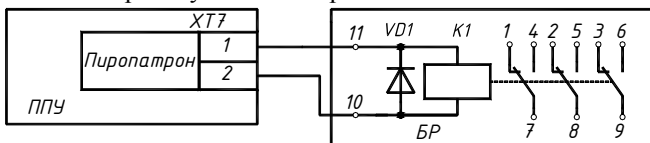

Рис.2.17 Схема подключения БР
- пропустить подключаемые кабели через отверстия в корпусе, закрытых резиновыми заглушками, и подключить согласно схемам на рис. 2.17 - 2.18.